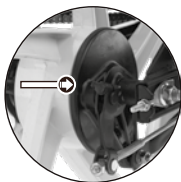

Imagen 20. Desgaste de freno trasero.
3. Verificar que el indicador de desgaste no alcance la línea de desgaste (ver imagen 20).